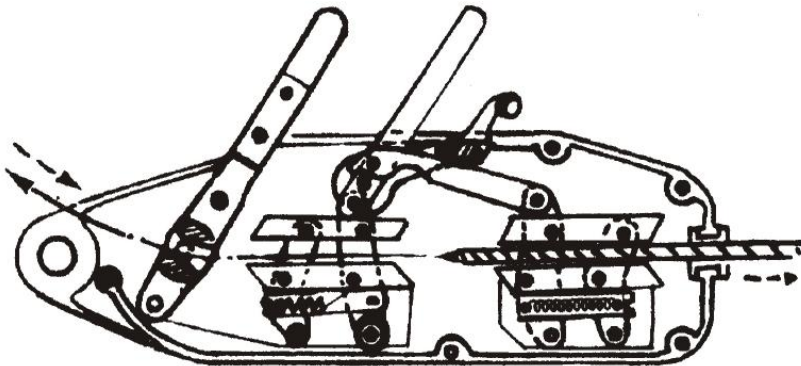

Fig1. Avvolgimento e ricezione della fune:
1. Reeve: (Fig. 1) Con la testa della fune rivolta verso il basso e premendo il paranco, spingere la maniglia rilassata. Quando si sente il clic sonoro, la bocca della pinza è stata aperta. Quindi è possibile reeve la fune metallica dal foro posteriore al paranco. Dopo che la fune è fuori, la fune può essere
(4.) Estrarre la fune (Fig. 1): una volta terminato il lavoro, la bocca della pinza si aprirà non appena si spingerà la maniglia di rilassamento e quindi la fune metallica potrà essere estratta dall'estremità del paranco. Pulire lo sporco sulla fune, avvolgerla nella croce di acciaio in buone condizioni per essere pronta all'uso successivo.